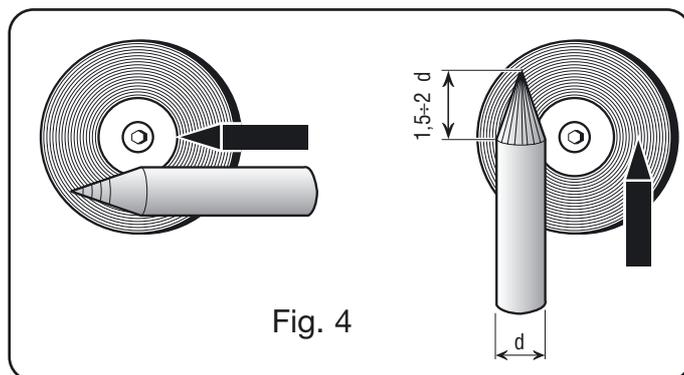

Fig. 4
Une attention particulière doit être prêtée à la préparation de la pointe de l'électrode. La meuler de façon à ce qu'elle présente des rayures verticales, comme indiqué dans la fig. 4.
- Meuler l'extrémité de l'électrode de tungstène en forme conique pour une longueur de 1,5 à 2 fois le diamètre de l'électrode. (fig. 4)